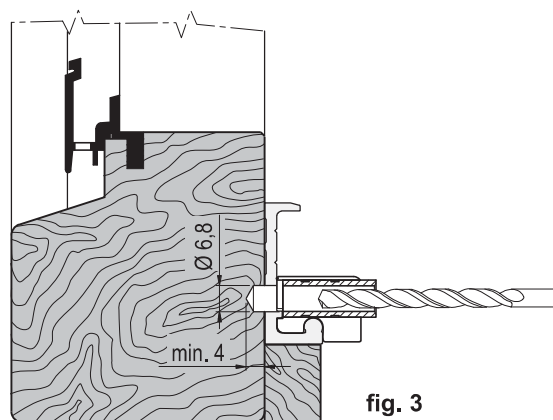

fig. 3
- 2) Far scorrere la dima art. M02030.00.06 (b) sul binario (c) fino alla tacca di riferimento (fig. 2), fissare provvisoriamente gli appositi grani (d), provare la chiusura dello scorrevole verificando che il sormonto dell'anta sul telaio sia quello previsto, infine forare con punta da 6,8 mm (fig. 3).